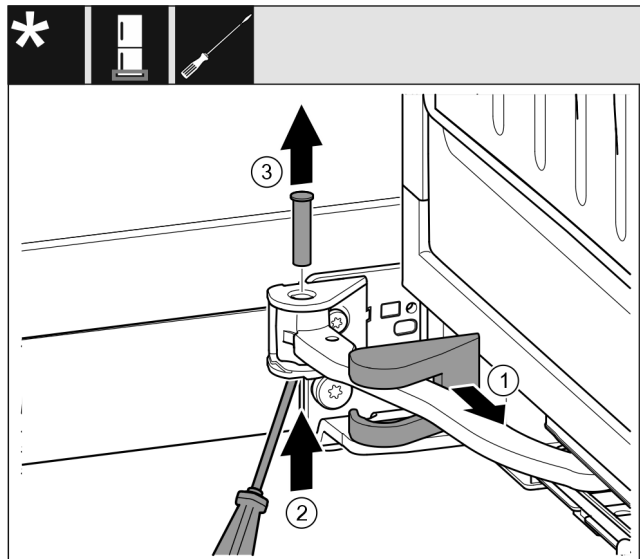

Fig. 15
- ▶ Tõmmake laagripuki kate maha ja nihutage piki liigendit. Fig. 15 (1)
- ▶ Tõstke polti sõrme või kruvikeerajaga altpoolt üles. Fig. 15 (2)
- ▶ Lükake kruvikeeraja poldipea alla ja tõmmake välja. Fig. 15 (3)